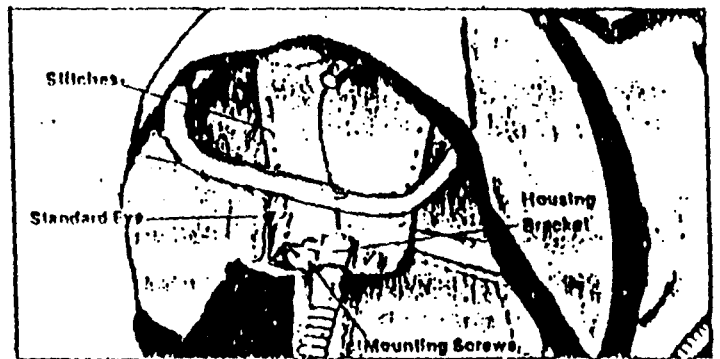

Figura 3
A) Dentro del bolsillo de alojamiento de la anilla de apertura en la funda del paracaídas de reserva deberá colocarse tan profundamente como sea posible la placa metálica de la Figura 9A y asegurarla mediante puntadas bien resistentes, como se indica en la figura 3. También se deberá coser un ojal de alambre a los efectos de enganchar el respectivo sandow (Figura 3).
C) Asegure a la placa metálica el extremo del flexible protector del cable de poder de la unidad utilizando para ello el puente (Figura 9C) y los dos tornillos existentes (Figura 9D). Deberá colocar el conjunto de la anilla de apertura dentro del bolsillo de la funda de empaque como se muestra en la Figura 3. Luego se inserta el cable de la anilla de apertura manual por el ojal de alambre terminal como se indica en la figura 2, antes de cerrar las tapas.